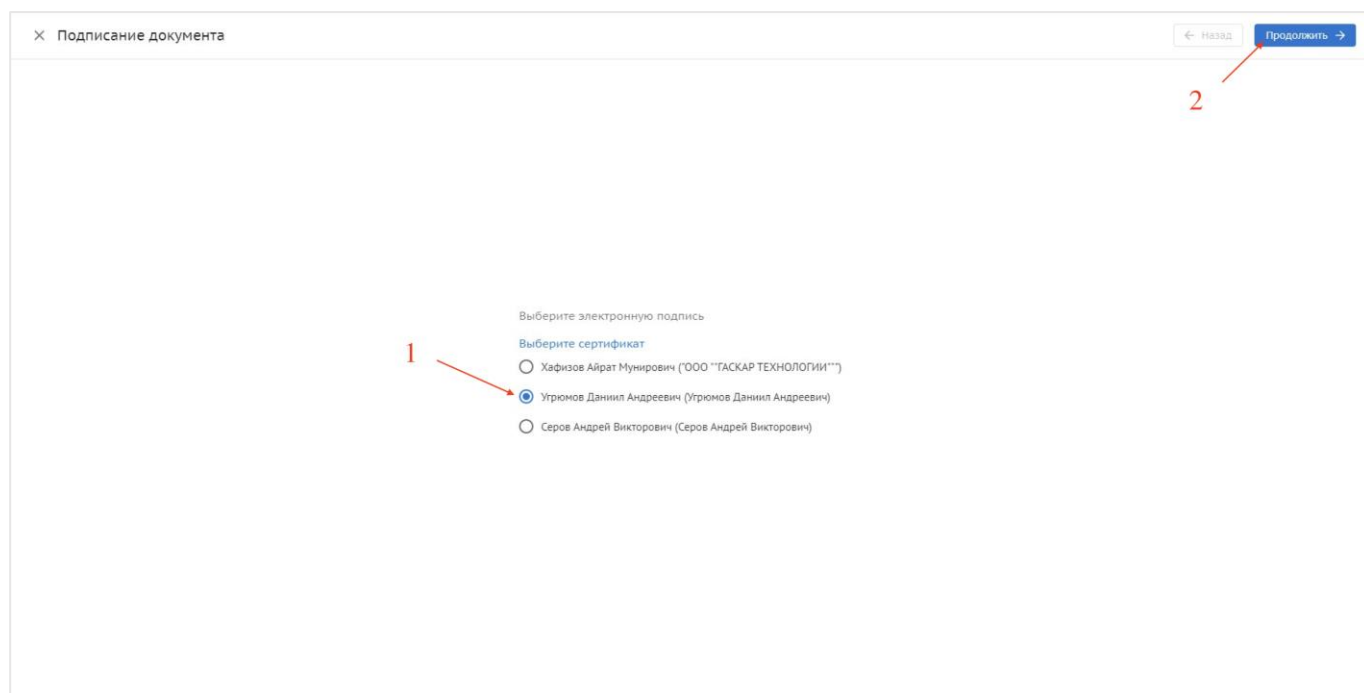

Рис. 40 – Подписание документа
подписания документа, в котором необходимо выбрать предустановленный сертификат ЭП (1) и нажать «Продолжить» (2) (рис. 40);